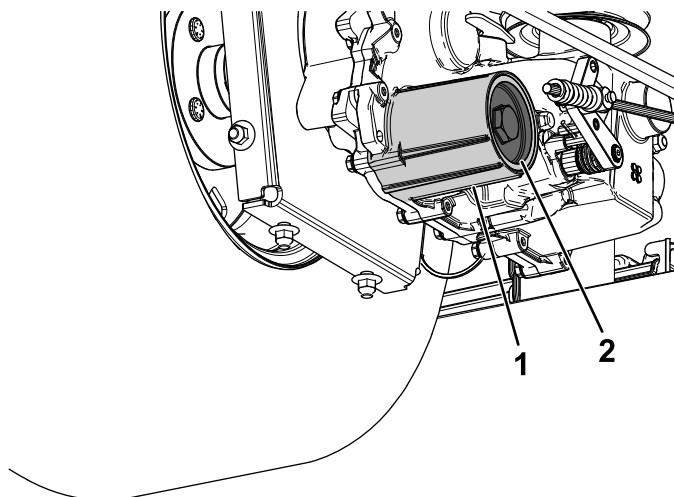

Figura 69
7. Rimuovete la copertura del filtro del fluido idraulico dal transaxle per spurgare il fluido (Figura 69).